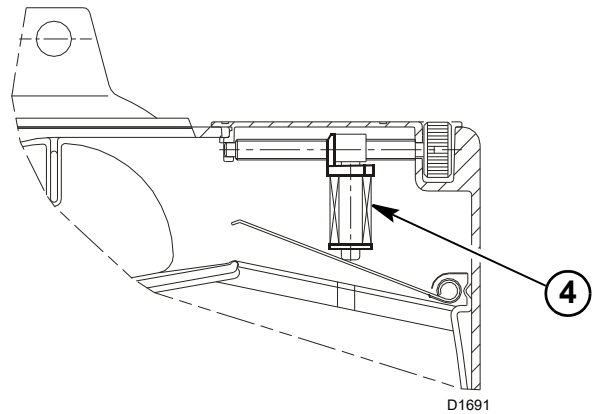

Abb. 10
- Der Brenner ist mit einer elektromagnetischen Vorrichtung 4)(Abb. 10) ausgestattet, die jedes Klappergeräusch der Luftklappe beim Anlaufen vermeidet, auch bei starker Druckerhöhung im Rücklauf.
Bei einem Defekt der elektromagnetischen Klaperschutzvorrichtung 4)(Abb. 10) läuft der Brenner nicht an, weil die Vorrichtung in Reihe an den Motor angeschlossen ist (siehe Absatz **“Elektroanlage”** auf S. 24), wodurch auch eine Sicherheitsfunktion erzielt wird.